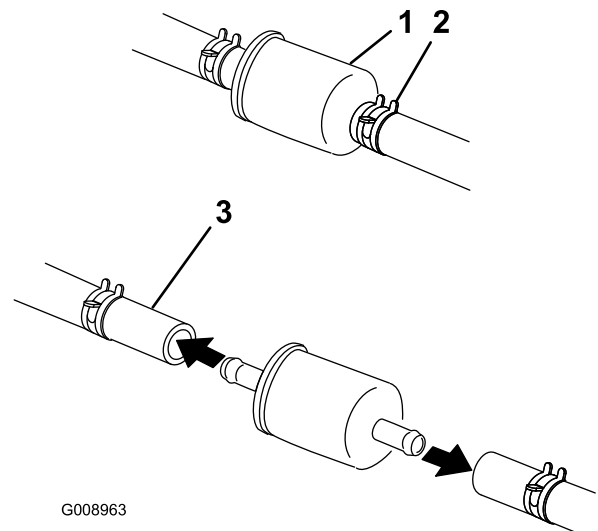

Bild 52
6. Drücken Sie die Enden der Schlauchklemmen zusammen und schieben Sie sie vom Filter weg (Bild 52).
8. Setzen Sie einen neuen Filter ein und schieben Sie die Schlauchklemmen an den Filter heran (Bild 52).